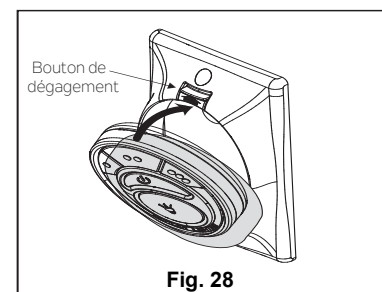

Fig. 28
1. Insérer l'émetteur dans la plaque murale en insérant le bas de l'émetteur d'abord et en insérant ensuite le haut de l'émetteur dans la pochette. L'émetteur devrait fonctionner totalement de cet endroit, sinon vous pouvez retirer l'émetteur et l'utiliser comme un dispositif mobile. (Fig. 28)